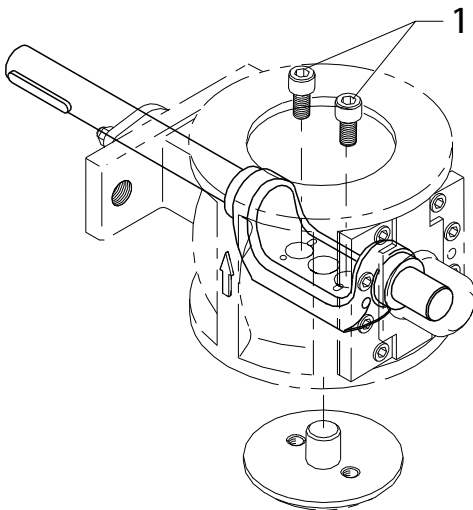

Fig.6-12 Remplacement du siège DN 80-250
4. Desserrer alternativement les vis (→ Fig. 6-12/1) à l'aide d'une clé à lène. Contrôler l'état de surface du secteur sphérique. Des imperfections sur sa surface peuvent très rapidement endommager le nouveau siège. Si le secteur sphérique doit être remplacé, se reporter à la section "Remplacement du secteur sphérique" (→ Chap.6.7).